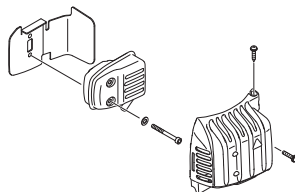

Fig. 17
**Nettoyage du silencieux (Fig. 17)**